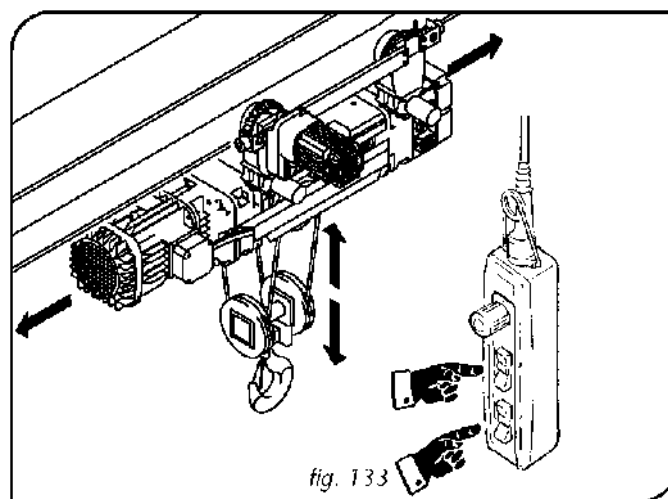

fig. 133
- **NIGDY** nie wykonywać dwóch ruchów jednocześnie podczas użytkowania wciągarki lub wózka, zaczekać aż jeden ruch zostanie całkowicie zatrzymany przed rozpoczęciem kolejnego (rys. 133).